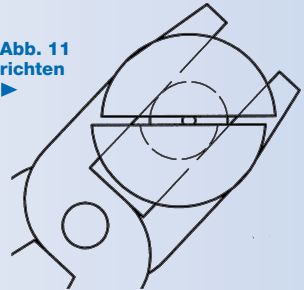
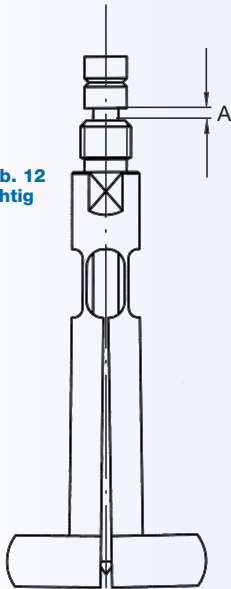
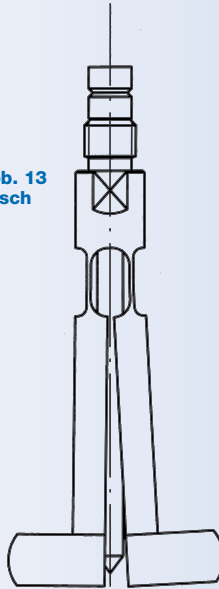

Abb. 12
Abb. 13
Abb. 14
- a) Abstand "A" (Abb. 12) des Triebnadelkopfes zu Tastkopfgewinde soll bei lose eingeführter Triebnadel betragen:
- b) Die Tastkopfschenkel sollen augenscheinlich symmetrisch zur Tastkopfachse sein - Abb. 12 und 15 = richtig, Abb. 13 =falsch. Bei verbogenen (Abb. 13) oder zusammengebogenen Tastkopfschenkeln (Abb. 14) werden durch vorsichtiges Verbiegen die Schenkel gerichtet. Hierzu Tastkopf am Gewindeteil halten.